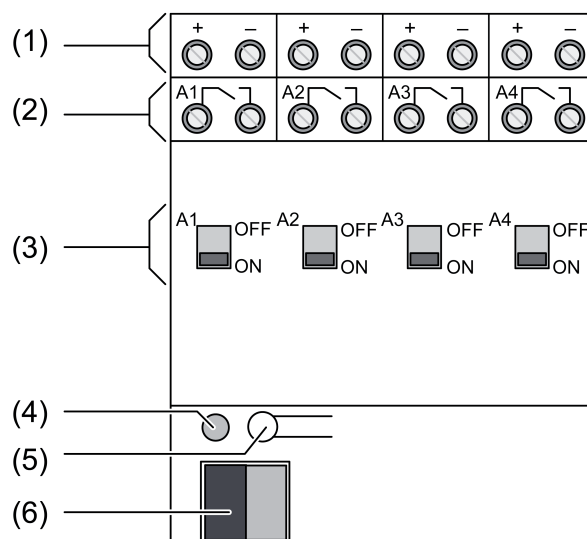

Bild 1
Der Zustand der Relais wird durch die Schiebeschalter (3) auf der Gerätevorderseite wiedergegeben (Bild 1). Diese dienen gleichzeitig zur manuellen Bedienung der Relaisausgänge mit einem geeignetem Werkzeug.